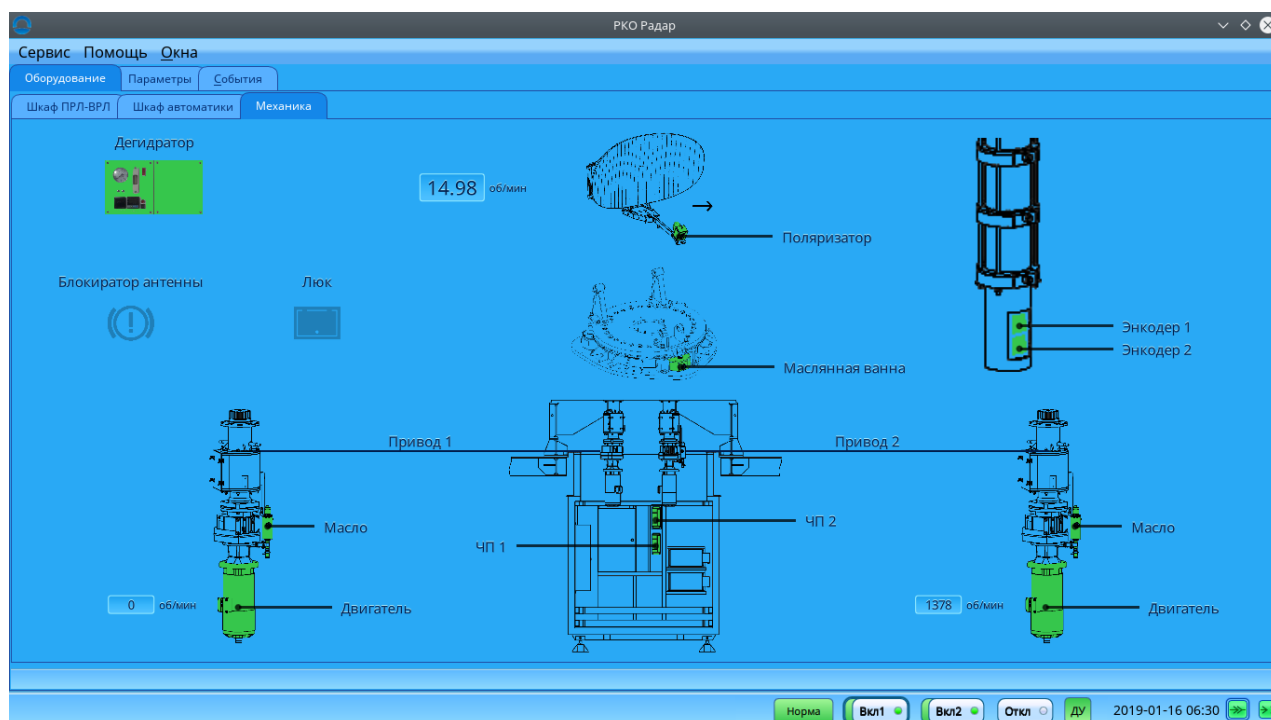

Рисунок 8. Вид вкладки "Механика"
4.2.1.5 Состояния электромеханических устройств отображаются на вкладке «Механика» (рисунок 8).